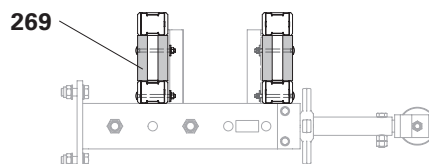

Fig. B9.04
- Applicare su entrambi i lati della trave per casseforme GT 24 uno spessore (269). (Fig. B9.04)